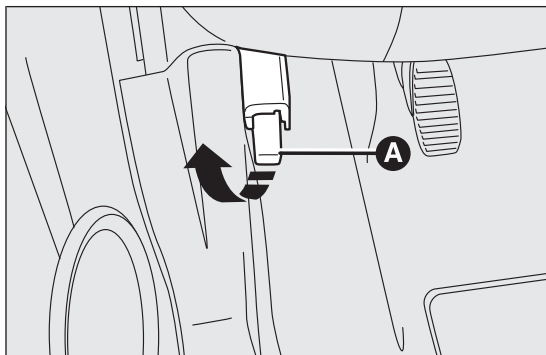

fig. 59
- tirer le levier A fig. 59 dans le sens indiqué par la flèche ;